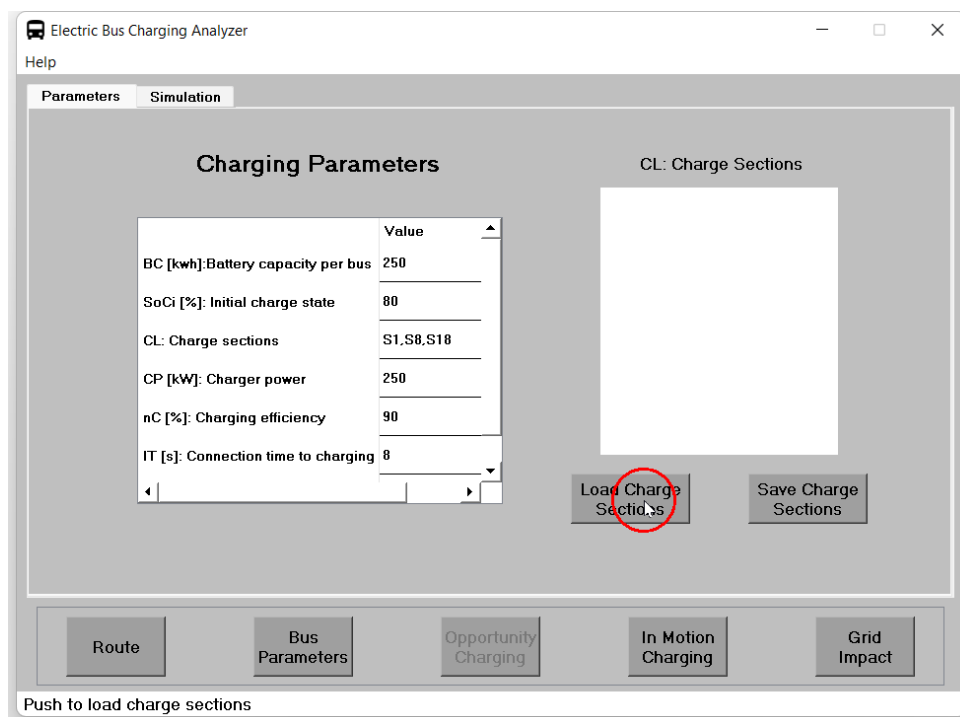
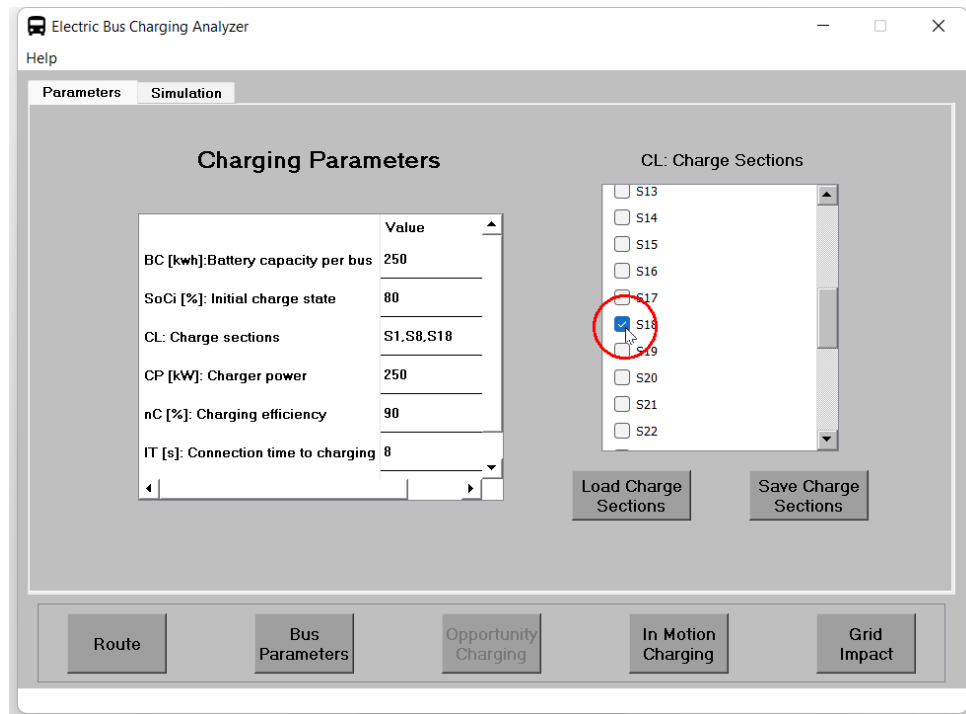

Figura 22: Cargar paradas para selección de posición de cargadores.
Figura 23: Selección de paradas para posicionamiento de cargadores.
1. Se deben cargar las paradas de la ruta, por lo que se presiona el botón **Load Charge Sections** como se muestra en la figura 22 para poder seleccionar las posiciones de los cargadores. Luego, se seleccionan las paradas donde se desean posicionar los cargadores tal como se muestra en la figura 23 y se definen los parámetros de la tabla.